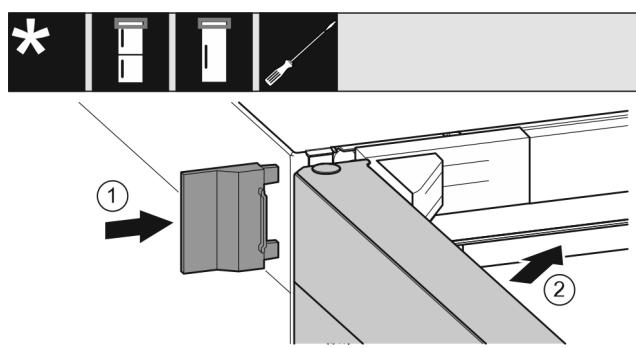

Fig. 22
- Skiv på det ytre dekselet. Fig. 22 (1)
- Lukk den øvre døren. Fig. 22 (2)